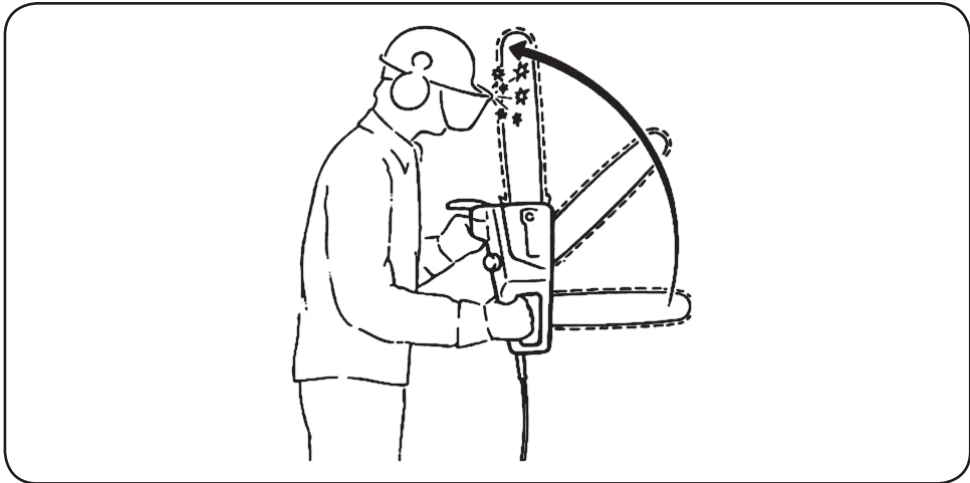

Рис. 1
24. Остерігайтеся відскоку пили. Відскок може виникати в разі, якщо носок шини входить в зіткнення з яким-небудь стороннім предметом в процесі розпилювання, а також при затисканні шини з ланцюгом в колоді, що розпилюється. Це призводить до різкого переміщення шини вгору і назад в сторону оператора. Відскок може призвести до втрати контролю керування пилкою і до травм. (Рис. 1)